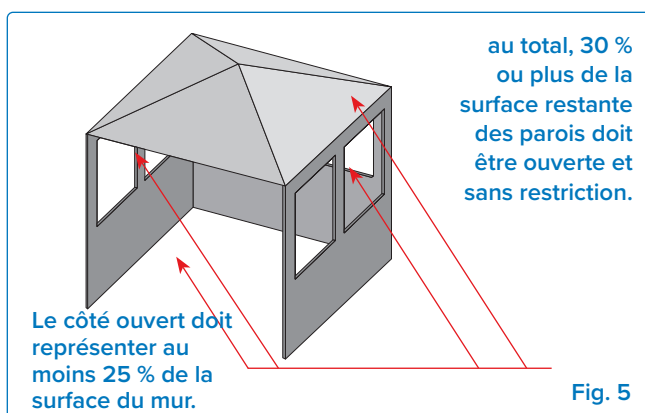

Fig. 5
- Un appareil est considéré comme étant à l'air libre s'il est installé dans un abri comportant trois parois latérales et un couvercle, à condition que 30 % ou plus de la périphérie horizontale de l'enceinte soit ouverte en permanence. **(Fig. 4 et Fig. 5).**